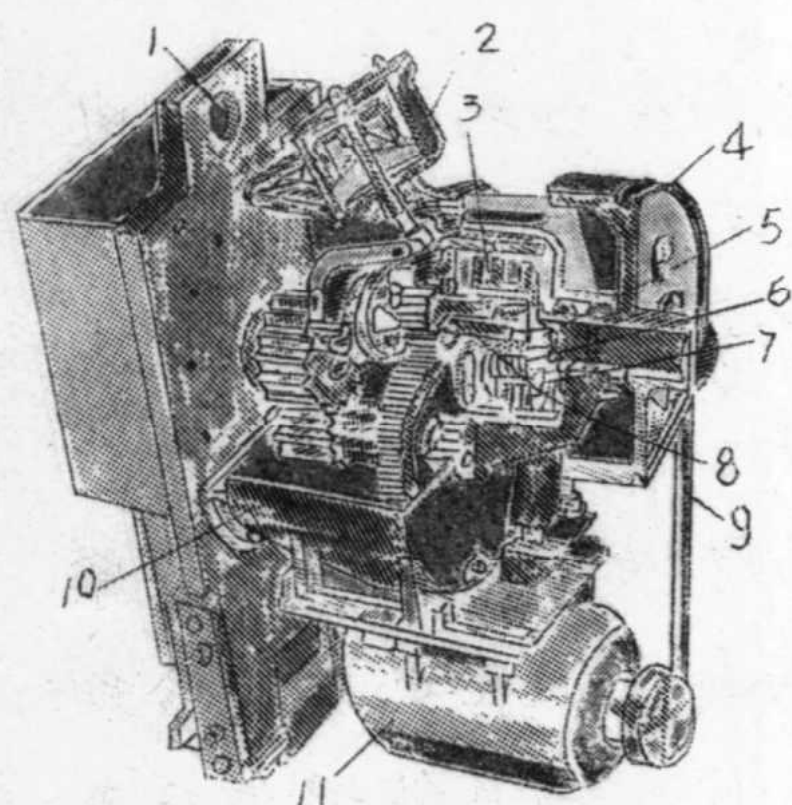

图2 Torc-pac型动力头的剖面图
③动力头内采用行星齿轮式减速机构，传动比较大，结构比较紧凑，而且浸在密闭油槽内，润滑良好。不过工艺性复杂，对制造技术和加工设备要求颇高，是这一结构的一个重要缺点。(图2)
④机架采用钢板焊接，焊后在 640°C 温度下时效五小时，然后再作抛丸处理以彻底消除内应力。